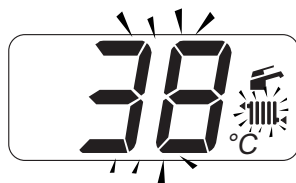

Figura 2.7
- el valor de "consigna" de la temperatura del agua caliente de impulsión de la calefacción y el símbolo  parpadean. El fondo de la pantalla aparece iluminado (Figura 2.7).
- el valor de "consigna" del agua caliente sanitaria y el símbolo  parpadean. El fondo de la pantalla aparece iluminado (Figura 2.7).